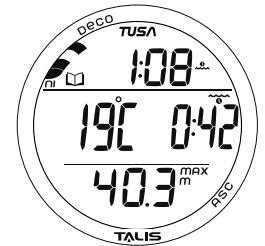

Abb. 50 - LOGDATEN 1
**Logdaten 1**, Informationen beinhalten (Abb. 50):